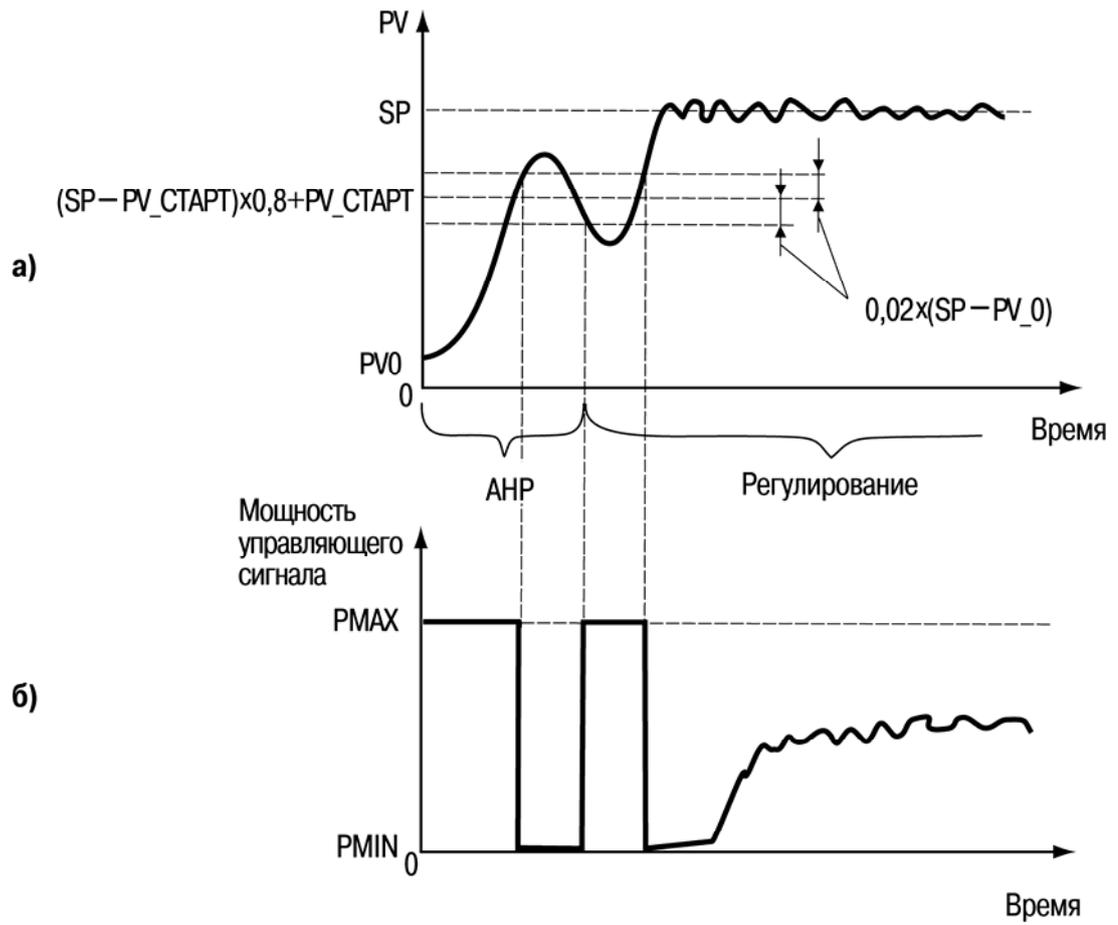
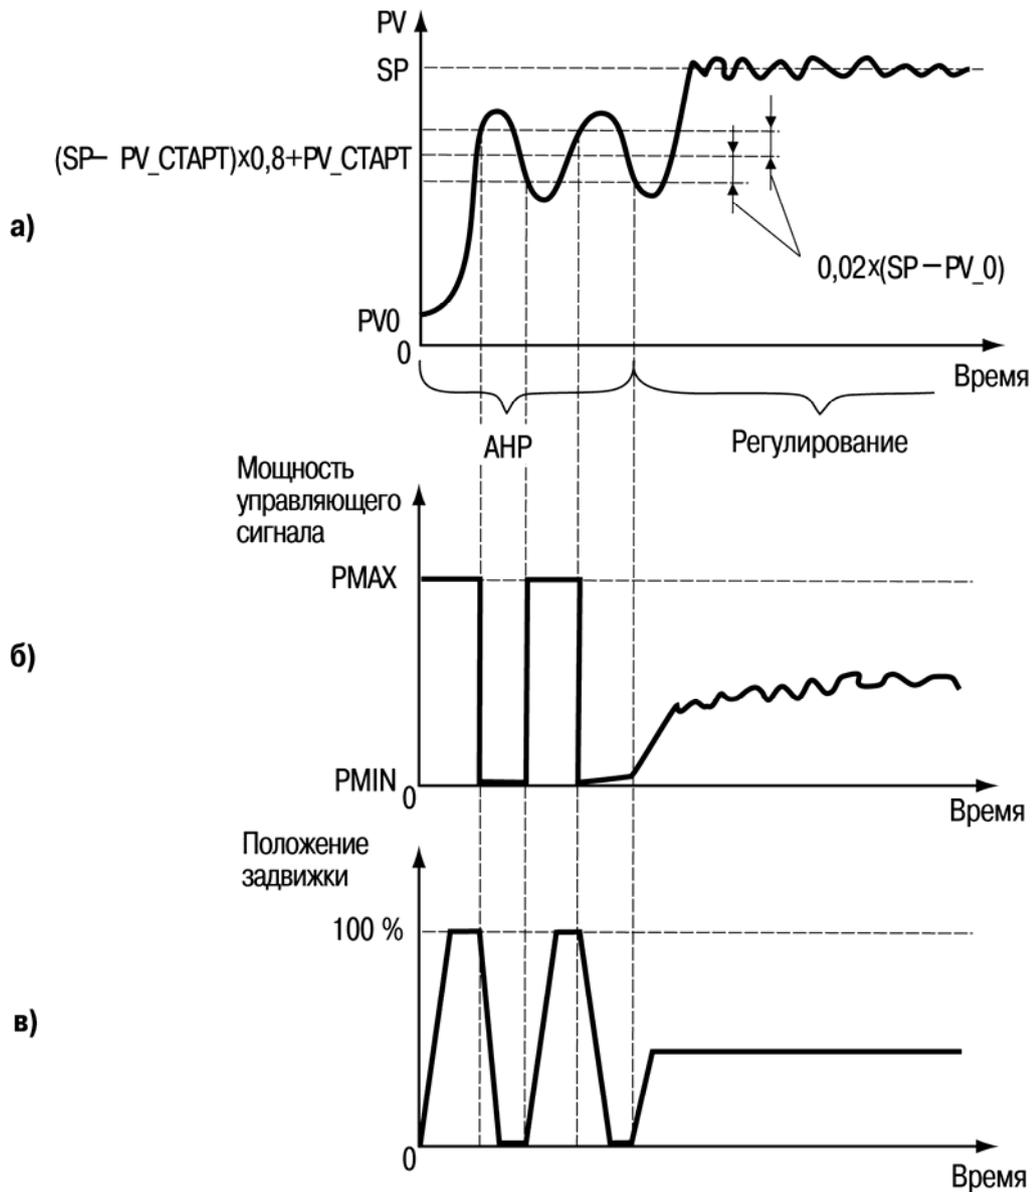

Рисунок 2.2 – Графики изменения значения регулируемого параметра (а) и мощности управляющего сигнала (б)
Рисунок 2.3 – Графики изменения значения регулируемого параметра (а), мощности управляющего сигнала (б) и положения задвижки (в)
8. В алгоритме заложены режимы: АВТОНАСТРОЙКА, РЕГУЛИРОВАНИЕ и РУЧНОЕ УПРАВЛЕНИЕ (ручное управление мощностью управляющего сигнала регулятора). В блоке  $APID\_PWM$  происходит автонастройка по одному колебанию (рисунок 2.2), в блоке  $APID\_PWM\_W2$  по двум колебаниям (рисунок 2.3). На рис. уставка автонастройки =  $(SP - PV\_старт) \times (0,8) + PV\_старт$  – уставка автонастройки.  $0.02 \times (SP - PV\_0)$  – зона колебаний, откладываемая от уставки автонастройки в обе стороны. При пересечении зоны колебаний осуществляется изменение выходного сигнала с  $Pmin$  на  $Pmax$  и с  $Pmax$  на  $Pmin$  (см. рис 2.3 и 2.2)  $pv\_старт$  – значение регулируемой величины на момент запуска АНР,  $pv\_0$  значение, подаваемое на вход  $PV0$  ФБ.
5. В алгоритме заложены режимы: АВТОНАСТРОЙКА, РЕГУЛИРОВАНИЕ. В блоке происходит автонастройка по двум колебаниям (рисунок 2.3). На рис. уставка автонастройки =  $(SP-PV\_старт) \times (0,8) + PV\_старт$  – уставка автонастройки.  $0.02 \times (SP-PV\_0)$  – зона колебаний, откладываемая от уставки автонастройки в обе стороны. При пересечении зоны колебаний осуществляется изменение выходного сигнала с  $Pmin$  на  $Pmax$  и с  $Pmax$  на  $Pmin$  (см. рис 2.3)  $pv\_старт$  – значение регулируемой величины на момент запуска АНР,  $pv\_0$  значение, подаваемое на вход  $PV0$  ФБ.